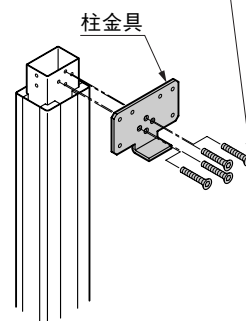

図3-1
- 雨樋端柱の場合は、柱金具を取付け直すことがあります。(図3-1参照)